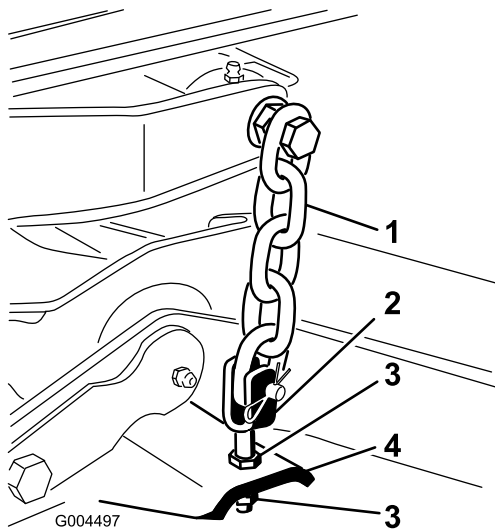

図 78
7. デッキのヨーク/チェーンをデッキに固定しているジャム・ナットを調整してデッキのピッチを 8 mm に調整する(図 78)。